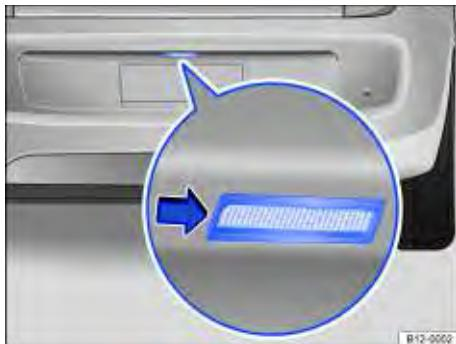

Fig. 153 No para-choque traseiro: remover a lanterna da placa de licença.
2. Com o auxílio de uma chave de fenda, pressionar a lanterna da placa de licença no lado esquerdo e retirar do para-choque \Rightarrow Fig. 153.